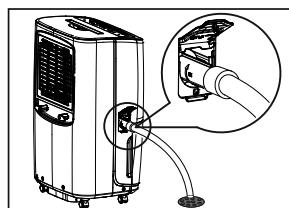

fig. 8
- Dirigez le tuyau vers le drain en veillant à ce qu'il n'y ait aucun repli qui arrêterait l'écoulement de l'eau. (Fig. 8)